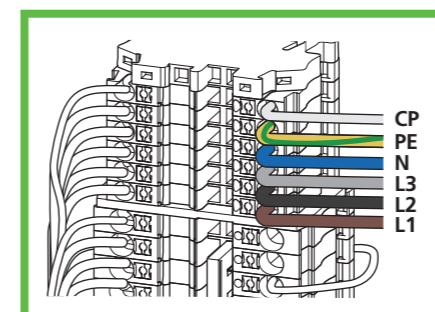

Abb. 13: Anschluss des Ladekabels
- ▶ Schließen Sie das Ladekabel an (Abb. 13).